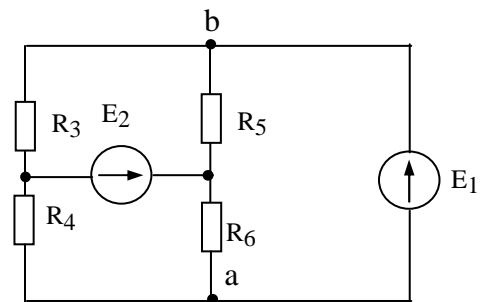

Рис.1.4.18
1.4.18. Определить ток I_1 в ветви ab при заданных параметрах элементов схемы (рисунок 1.4.18): $E_1=70$ В, $E_2=90$ В, $R_3=6$ Ом, $R_4=4$ Ом, $R_5=9$ Ом, $R_6=6$ Ом.